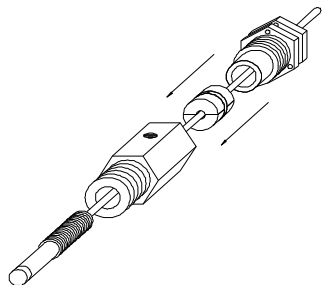

Рисунок 4.
4.4. Получившийся цилиндрический пакет из 4-х сухарей и уплотнительного элемента разместить внутри корпуса уплотнителя (рис.4).